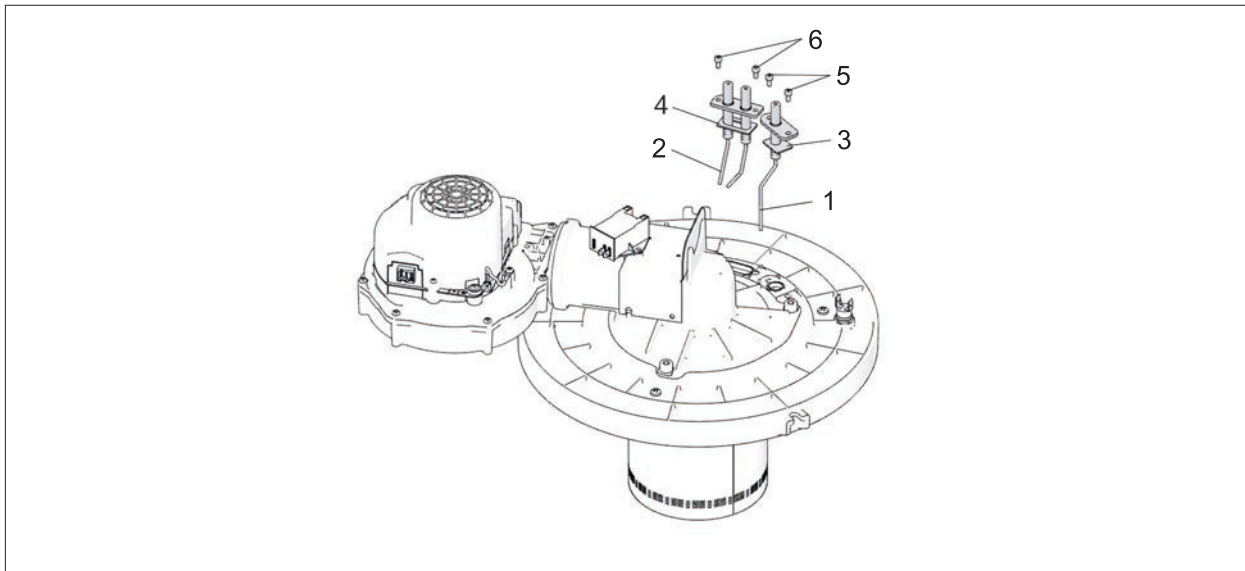

Abb. 6.3 Elektroden austauschen
- Befestigungsschrauben (5) Abb. 6.3 mit 3 Nm Drehmoment anziehen.
- ▶ Befestigungsschrauben (4) Abb. 6.3 mit 3 Nm Drehmoment anziehen.